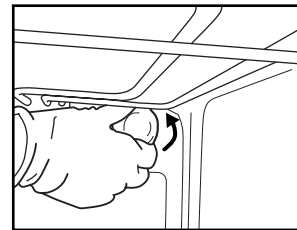

Fig. 5
2. Draai het beschermkapje los (Fig. 5), vervang het lampje (zie de opmerking voor het type lampje) en draai het beschermkapje weer vast.